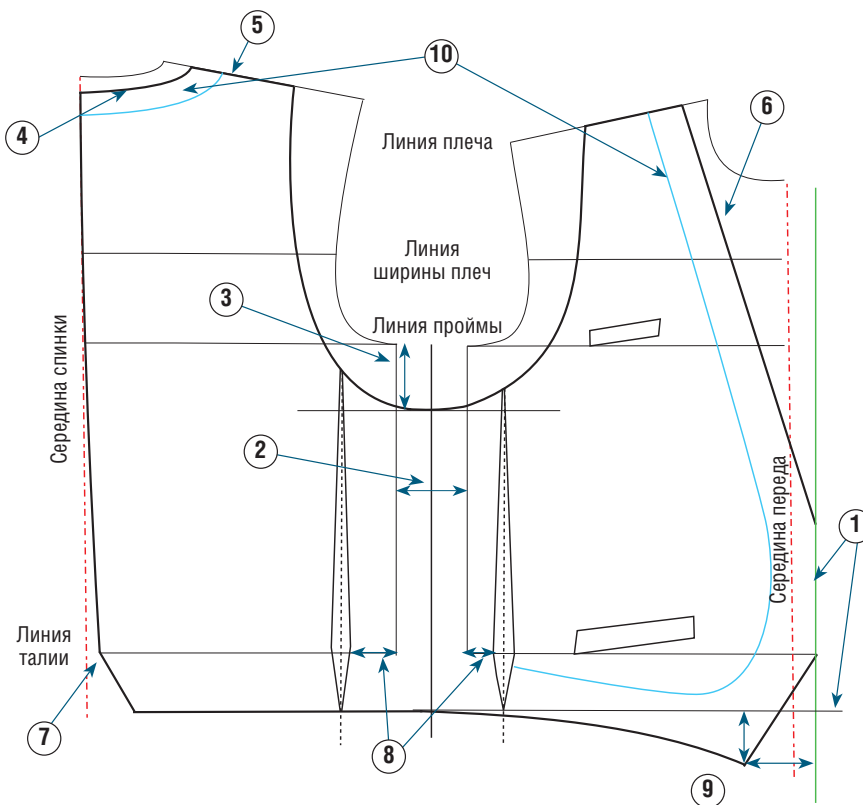
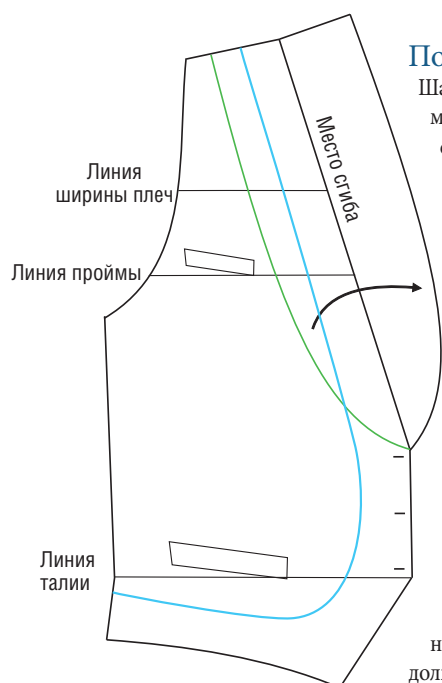

Рис. 1
Рис. 2
⑦ На середине спинки сделайте вытачку с раствором 1,5 см, которая в зависимости от морфологических особенностей человека может доходить почти до линии проймы или располагаться между линиями проймы и ширины плеч. Внизу середины спинки начиная от линии талии обозначьте расхождение нижних косых краев. Их уголки должны находиться на расстоянии 3 см от середины спинки.
⑧ От боковой линии, которую впоследствии вы сотрете, отложите 2,5 см по полочке и 3 см по спинке. Отметьте соответствующими вертикальными линиями от кривой проймы до низа изделия. Так вы получите оси пролегания вытачек (на рис. 1 отмечены пунктирными линиями). На каждой из этих осей расположите вытачку с шириной раствора 1,5 см.
⑨ Обозначьте точку внизу полочки на расстоянии примерно 6 см от края полузаноса и примерно на 3–4 см ниже линии низа жилета. Обозначьте низ жилета в виде прямой или слегка изогнутой линии, проходящей через эту точку и доходящей до оси вытачки.
⑩ Обозначьте формы обтачки и подбортов, начертив параллельные линии на расстоянии примерно 3–5 см от линии горловины по спинке и полочке (на рис. отмечены голубым цветом). Чтобы облегчить процесс их стачивания с подкладкой, закруглите углы так, как показано на рисунке. Для определения места входа в карманы и построения их выкройки вернитесь на с. 34 и 36.
Шальевый воротник можно строить по трансформируемому чертежу (рис. 1), но для большей ясности в этой книге он представлен в виде отдельной выкройки. В этой модели воротника отвороты сделаны в виде сгибов и находятся только спереди, а их края вшиты в плечевой шов. Линия выреза рассматривается как место отворота воротника. Нарисуйте вдоль нее форму воротника (на рис. 2 обозначена зеленой линией). Ширина воротника обычно составляет примерно 5 см, но нужно учитывать и местоположение нагрудного кармашка. Перенесите ширину шалевого воротника на линию плеч, затем от этой точки начертите параллель к сгибу воротника, которая заканчивается закруглением, чтобы перейти к верхнему краю полузаноса. При необходимости можно изменить местоположение кармашка или уменьшить ширину воротника, чтобы он не перекрывал кармашек. Минимальное расстояние между наружным краем воротника и краем нагрудного кармашка должно быть не менее 1 см. С помощью кальки или копировального ролика отзеркальте форму воротника на другую сторону сгиба (см. рис. 2).